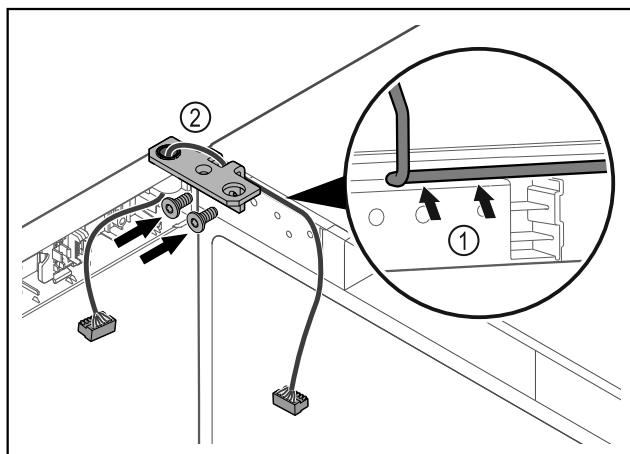

Fig. 41
- Vezesse át a kábelt a csuklópánton lévő nyíláson, majd óvatosan fektesse le Fig. 41 (1).
- Csavarozza fel a csuklópántot Fig. 41 (2).